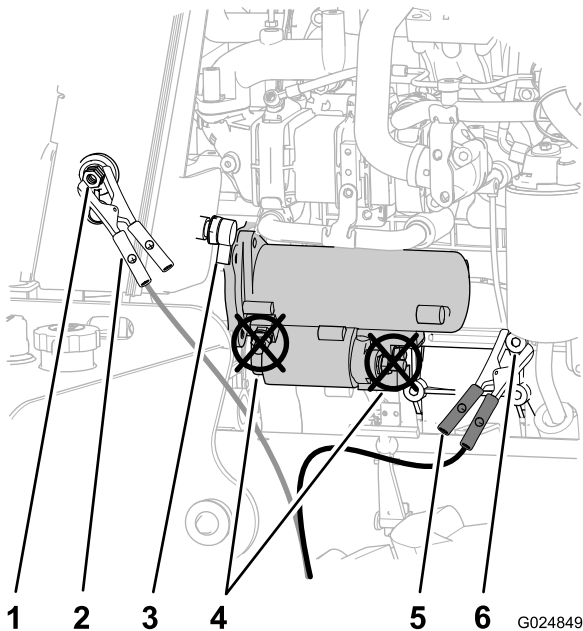

Figura 83
4. Retire a tampa do terminal auxiliar (Figura 83).
5. Conecte o cabo de “chupeta” positivo (+) ao terminal auxiliar (Figura 83).
6. Conecte o cabo de “chupeta” negativo (-) a um ponto de aterramento, como a porca no pivô do alternador (Figura 83).